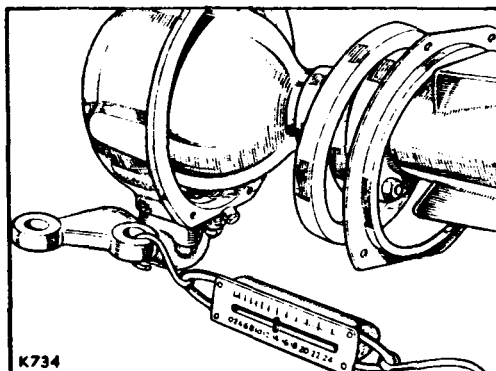

Fig. F1-48.- Verificación de la resistencia al giro del cárter del pivote.
- 3.09.- Utilizando el dinamómetro de muelle, sujeto al brazo de acoplamiento (Fig. F1-48), se medirá la resistencia - al giro del cárter del pivote, sin retén que debe quedar comprendida entre 12 y 14 libras (5,4 y 6,3 Kg), una vez vencida la inercia. El ajuste que sea preciso se realizará agregando o quitando suplementos debajo del - cárter del pivote, hasta conseguir la resistencia correcta del giro.